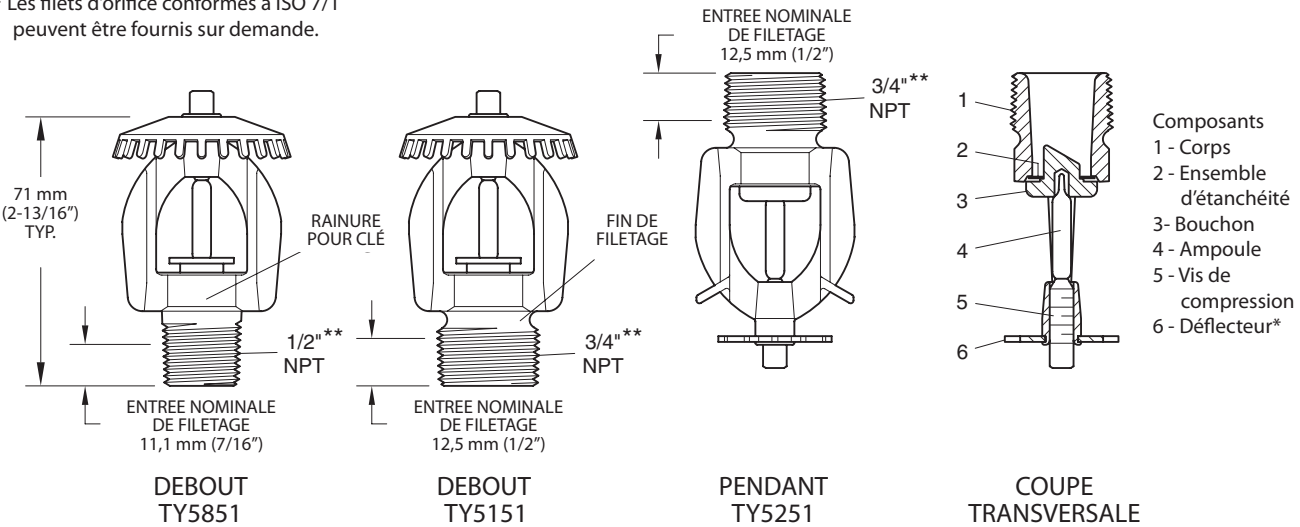
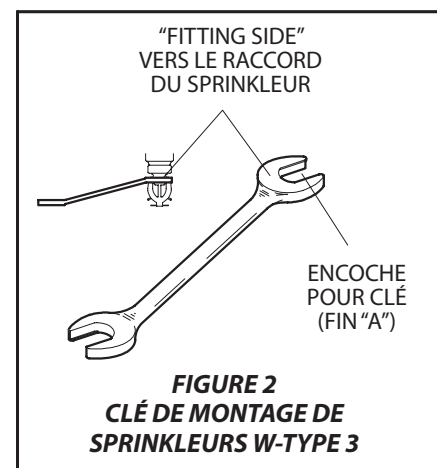

FIGURE 1
FIGURE 2
Les sprinkleurs pendants et debout à couverture normale et réponse standard, facteur K160, série ELO-231B (voir la figure 1) sont des sprinkleurs automatiques à ampoule cassable. Ces sprinkleurs à pulvérisation à réponse standard distribuent l'eau en forme semi-sphérique sous le déflecteur.
Étape 3. Vissez le sprinkleur sur son raccord à l'aide d'une clé de montage W-Type 3 (voir la figure 2), mais utilisez une clé à molette réglable de 200 ou 250 mm (8 ou 10") pour visser les sprinklers à revêtement de cire. Conformément à la figure 1, l'encoche pour clé de montage W-Type 3 ou la clé à molette, selon le cas, doit être appliquée aux rainures correspondantes.